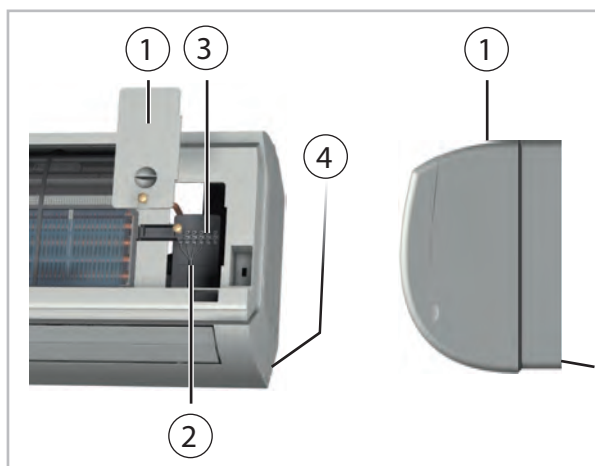

Abb. 24: Anschluss des Innengerätes
2. ➤ Lösen Sie die Abdeckungen auf der rechten Seite (Abb. 24).
4. ➤ Klemmen Sie die bauseits verlegte Steuerleitung an den Klemmen an (Abb. 24).